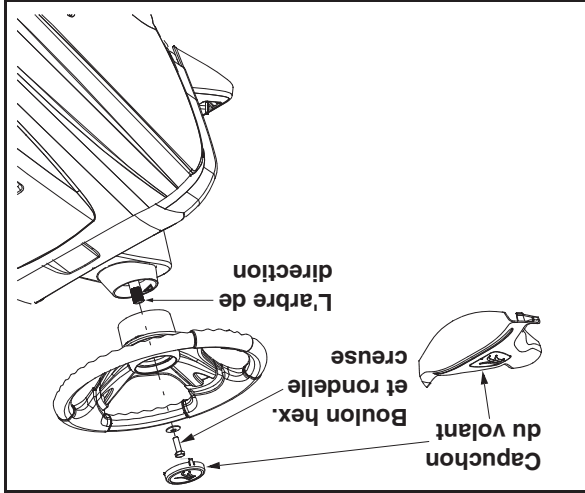

Figure 3
**REMARQUE:** Il y a deux styles de capuchon de volant. Voir la Figure 3. Les styles varient par le modèle.
- Maintenez la rondelle en place et vissez le boulon hex. dans l'arbre de direction. Serrez bien le volant et appuyez à la main. Voir la Figure 3.